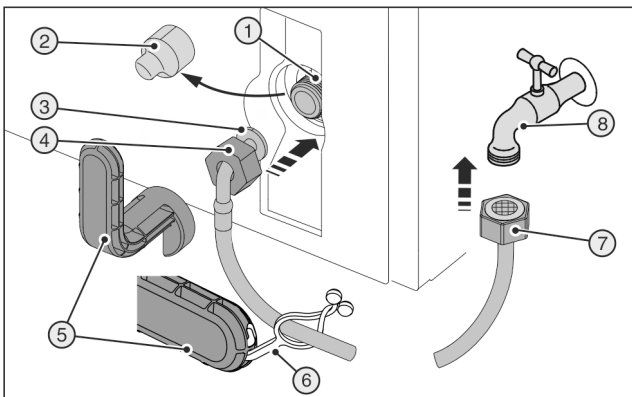
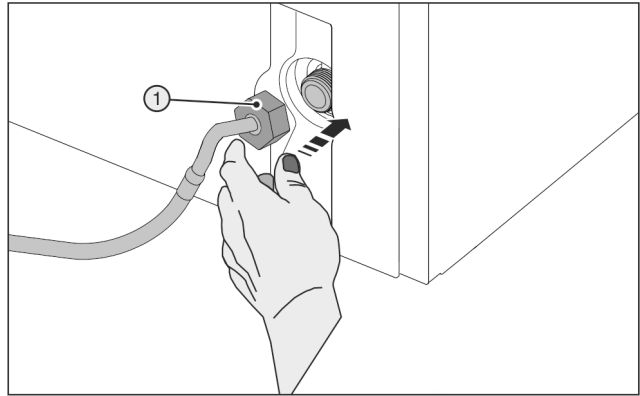

Fig. 51 *
Fig. 52
- ▶ Снять крышку Fig. 51 (2).
- ▶ Облегченный монтаж: Выложить прямой конец шланга Fig. 51 (7) влево на землю.
- ▶ До конца сдвинуть гайку Fig. 51 (4) через конец шланга в виде угла Fig. 51 (3) и удерживать.
- ▶ Осторожно одеть гайку Fig. 52 (1) и навинтить прямо на резьбу.
- ▶ Осторожно одеть гайку Fig. 52 (1) и накрутить на резьбу двумя пальцами до обеспечения надежной крепкой посадки.
Сломанный вспомогательный инструмент Fig. 51 (5)! Резаные раны.
- ▶ Вспомогательный инструмент Fig. 51 (5) использовать только при комнатной температуре.
- ▶ Затяните гайку Fig. 52 (1) с помощью вспомогательного инструмента Fig. 51 (5) по часовой стрелке, пока не будет достигнут максимальный момент затяжки и вспомогательный инструмент Fig. 51 (5) начнет прокручиваться.
- ▶ Навинтить гайку Fig. 51 (7) на запорный кран Fig. 51 (8).
- ▶ Затяните гайку Fig. 51 (7) с помощью вспомогательного инструмента Fig. 51 (5) по часовой стрелке, пока не будет достигнут максимальный момент затяжки и вспомогательный инструмент Fig. 51 (5) начнет прокручиваться.
- ▶ Зацепить накладку Fig. 51 (6) в вспомогательном инструменте Fig. 51 (5) и для хранения закрепить на шланге из высококачественной стали.
- ▶ Медленно откройте запорный кран Fig. 51 (8) трубопровода для воды.